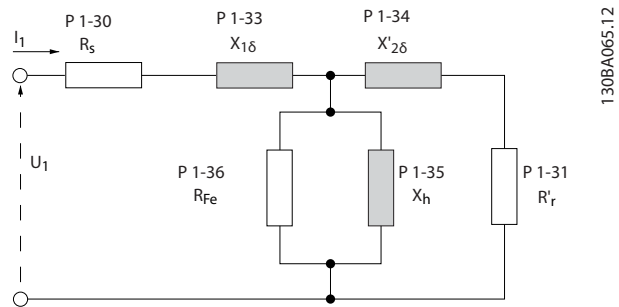

Рисунок 3.6 Эквивалентная схема асинхронного двигателя
Простой способ проверить сумму значения  $X1 + Xh$  — разделить напряжение двигателя от линии к линии на кв. корень из 3, затем разделить полученное значение на ток двигателя без нагрузки.  $[VL-L/\text{корень квадр. из } (3)]/I_{NL} = X1 + Xh$ , см. *Рисунок 3.6*. Эти значения важны для правильного намагничивания двигателя. Настоятельно рекомендуется выполнять такую проверку для двигателей с большим количеством полюсов.
<p>частоты измеряет это значение на двигателе.</p> <ul style="list-style-type: none"> <li>Введите значение X1 вручную. Это значение нужно получить у поставщика двигателя.</li> <li>Воспользуйтесь значением X1 по умолчанию. Преобразователь частоты определяет значение на основе данных паспортной таблички двигателя.</li> </ul> <p>См. Рисунок 3.6.</p> <p>УВЕДОМЛЕНИЕ</p> <p>Значение параметра обновляется после каждой калибровки крутящего момента, если в параметре параметр 1-47 Калибровка крут. мом. на мал. об. выбрано значение [3] 1st start with store (1-й пуск с сохранением) или [4] Every start with store (Каждый пуск с сохранением).</p> <p>УВЕДОМЛЕНИЕ</p> <p>Этот параметр действителен только при работе с асинхронными двигателями.</p>